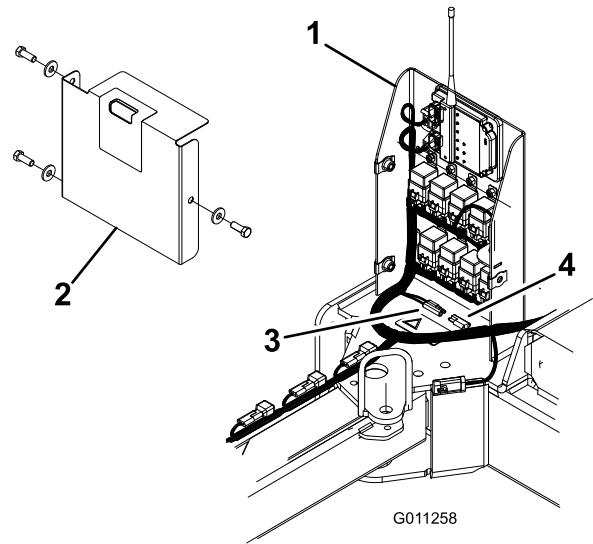

Bild 35
- Nehmen Sie die Kappe von den Anschlüssen am gelben und roten Draht im Elektrokasten ab (Bild 35).
- Entfernen Sie die drei Schrauben und Scheiben, mit denen die Abdeckung des Elektrokastens befestigt ist; nehmen Sie die Abdeckung ab (Bild 35).